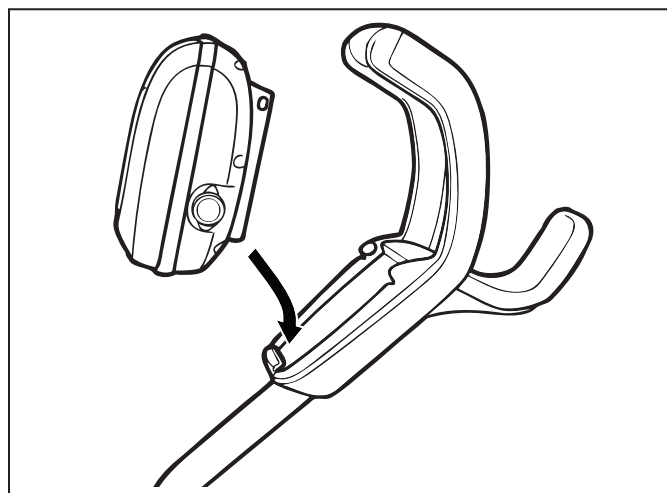

Figure 10. Aligner le module de commande avec l'attache du chariot
1. Aligner le dessous du module de commande sur l'encoche au bas de l'attache du module de commande sur le chariot (Figure 10).